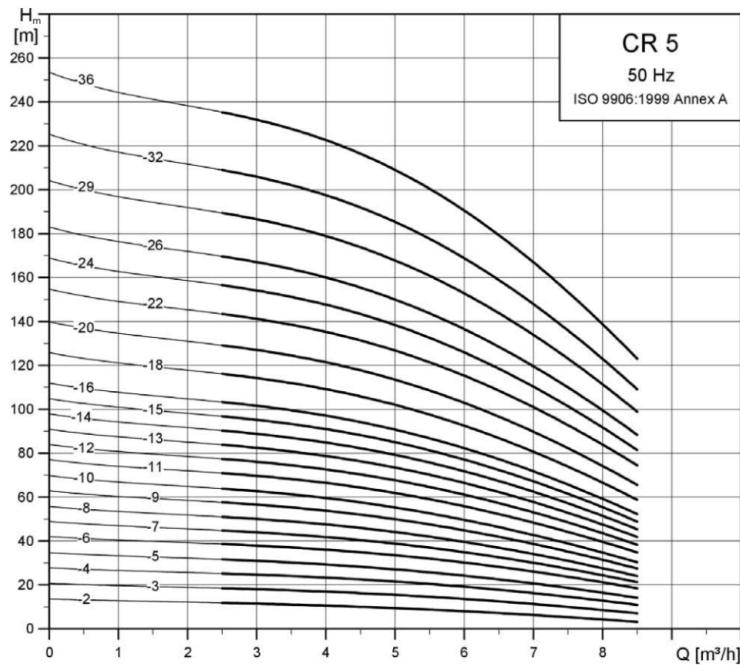

FIGURE 5 – Caractéristique des différentes pompes
La figure 5 présente les caractéristiques de différentes pompes. L'abscisse Q du graphe correspond au débit volumique D_v de la pompe et son ordonnée H_m la hauteur manométrique. Ici on a
29. Parmi les pompes dont les caractéristiques sont présentées figure 5, quel est le numéro de la pompe la